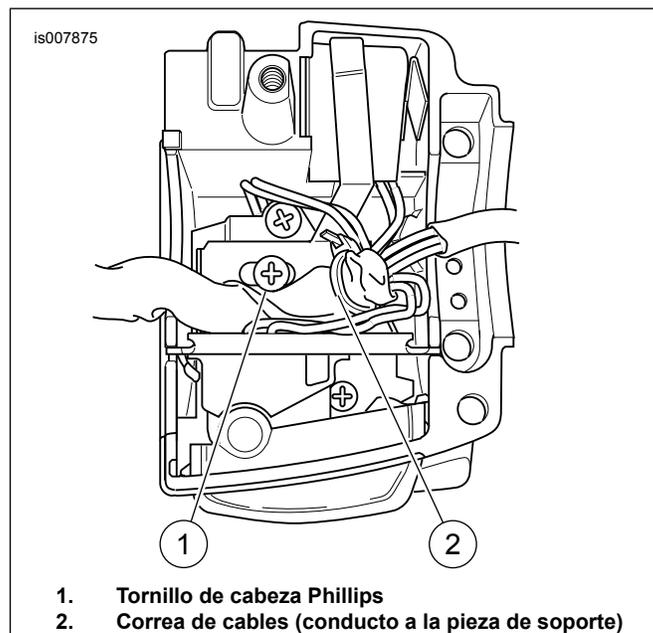

Figura 4. Correa de cables del interruptor inferior del manillar del lado derecho
1. Vea Figura 4. Cuidadosamente corte la correa de cables (2) que sostiene el conducto de cables a la pieza de soporte del interruptor de las señales de giro.
2. Extraiga el tornillo de cabeza Phillips (1) cerca de la pieza de soporte de fijación en el centro de la caja.
6. Presione el interruptor hacia abajo para que tope contra la caja y los cables corran por la ranura (6) en la base de la cavidad. Con el lado cóncavo hacia afuera, inserte una cuña entre el interruptor y el lado externo de la caja de interruptores. Presione la cuña hasta que tope contra la caja. Compruebe que el émbolo continúe encuadrado en el diámetro interior y después aplique una gota de sellador de silicona en la esquina superior de la cuña.
7. Para conectar la pieza de soporte superior a la caja: Vea Figura 4. Inserte el extremo ahusado de una correa de cables **nueva** dentro del agujero redondo trasero derecho en la pieza de soporte del interruptor de las señales de giro. Vuelva a insertar la correa a través del agujero delantero del lado derecho. El agujero oblongo es para el tornillo de la pieza de soporte. Instale el interruptor de las señales de giro dentro de la caja cromada. Alinee el agujero oblongo en la pieza de soporte con el agujero con rosca en la tuerca soldada de la pieza de soporte inferior. Asegúrese de que la pieza de soporte esté completamente asentada. Las lengüetas a cada lado de la pieza de soporte se insertan en las ranuras moldeadas en la caja de interruptores.